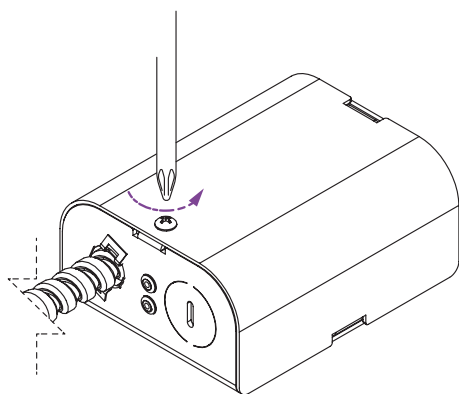

fig. 10
1. À l'aide d'un tournevis cruciforme n° 2, retirez la vis qui maintient en place le couvercle du boîtier de raccordement (voir la fig. 10).